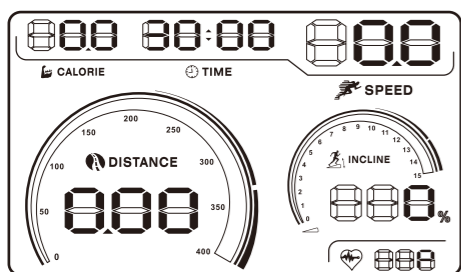

图28
- 在跑步机处于待机状态下，按面板上的 Training Prog键，此时屏幕上的时间窗口闪烁，默认的时间为30分钟，按SPEED（速度）的+（增加）/-（减少）键调整您的理想训练时间。（图28所示）。